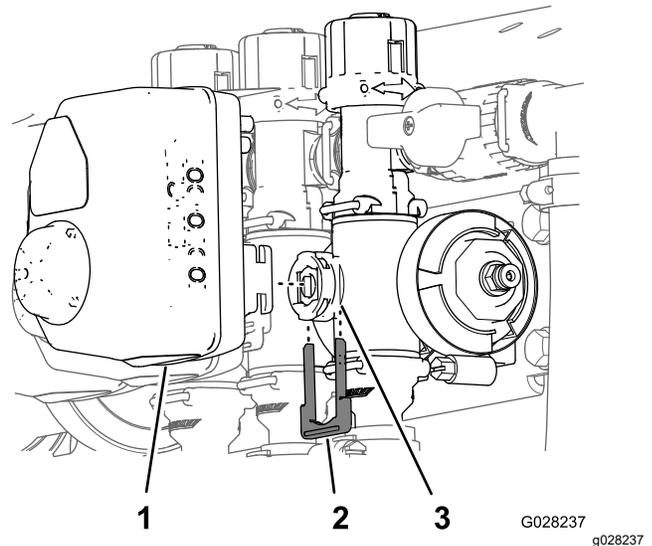

Figura 67
3. Retire el dispositivo de sujeción que sujeta el actuador a la válvula del distribuidor de la válvula de control de tasa, agitación, sección principal o sección (Figura 67).